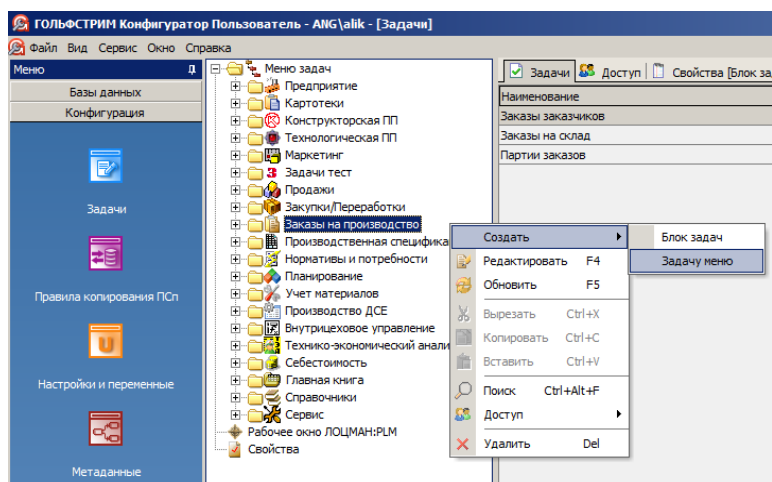

Рисунок 265. Пример выбора действия
- 4 В контекстном меню выбрать пункт **«Создать»**, затем **«Задачу меню»** (рис. 265).